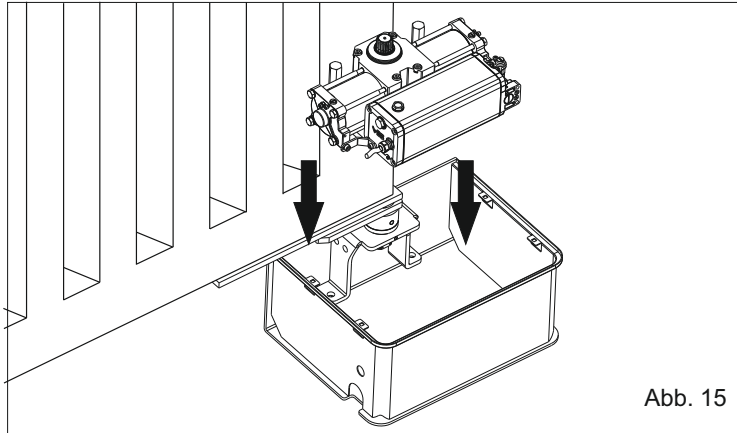
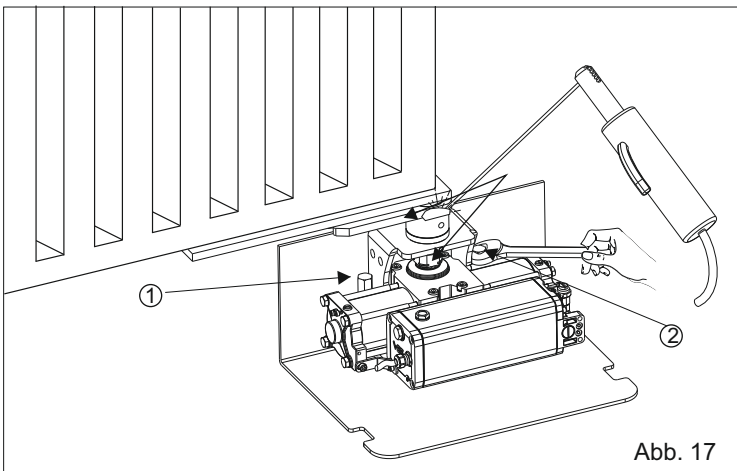

Abb. 15
Abb. 17
4.1. Den Antrieb manuell in das tragende Gehäuse einsetzen (Abb.15), die Keilwelle des Antriebs in die Keilbuchse des Gehäuses einführen und den Antrieb mit den dafür vorgesehenen Schrauben wie in Abb. 17 befestigen.